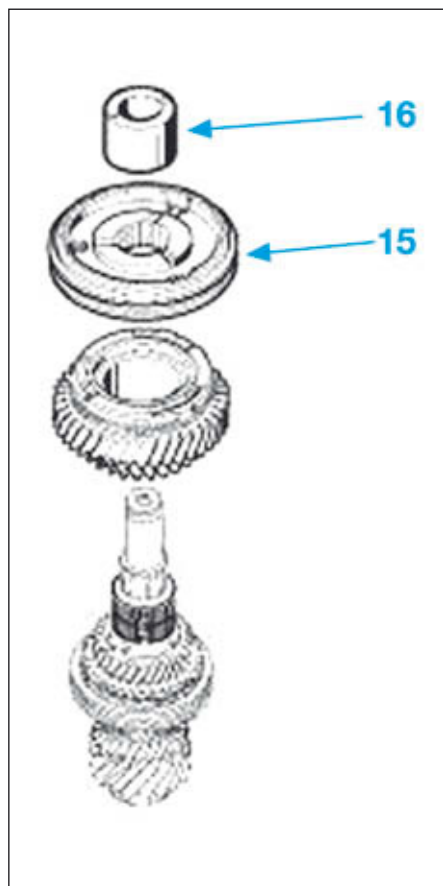
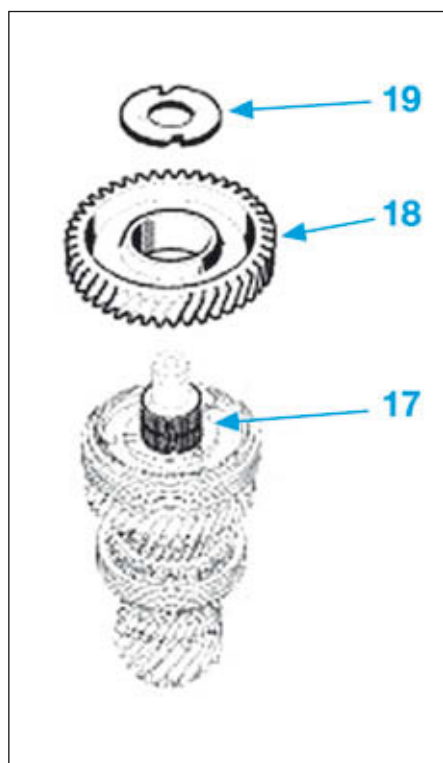

FIG.37
FIG.38
- Poser le moyeu baladeur de 1°/2° (15) (Fig.37) à l'aide d'un mandrin de diamètre approprié (indice "N") (épaulement long du moyeu côté pignon de 2°).
- Reposer la bague sous pignon fou de première (16) à l'aide d'un mandrin de diamètre approprié (indice "N") et appliquer une pression de 5 tonnes avec la presse d'atelier.
- Poser la cage à aiguilles (17) (Fig.38).
- Reposer le pignon fou de 1° (18) puis la rondelle cannelée (19).